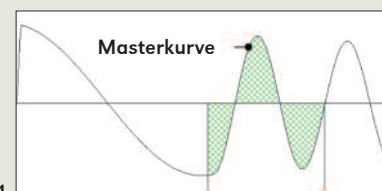

Bild 1
1. Fehlerflächenauswertung (Bild 1)